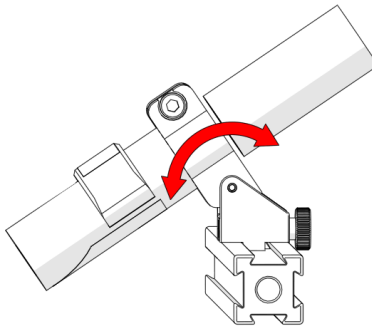

Abbildung 2-67 Visierführung
3. Stellen Sie die Spannschraube der Laserführung auf die gewünschte Ausrichtung ein (siehe Abbildung 2-67 auf Seite 93).